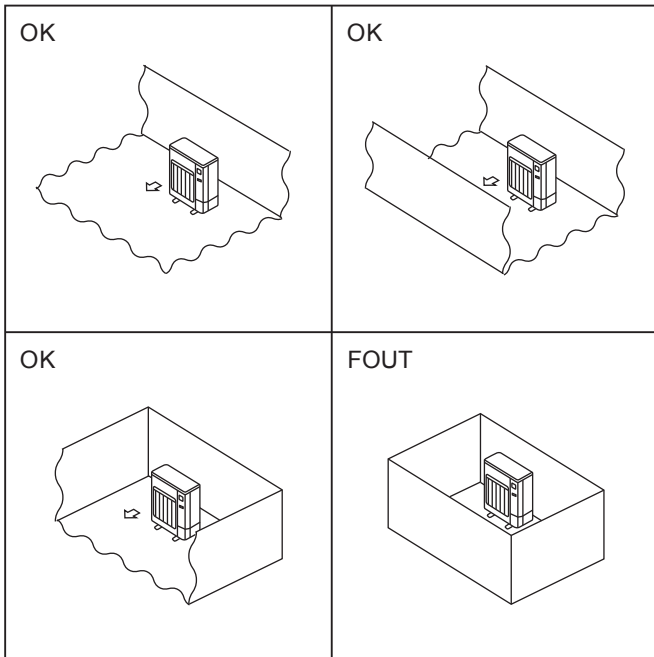

Fig. 2-1
- © Installeer buitenapparaten op een plaats met minimaal een van de vier zijden open en in een ruimte zonder verlagings die voldoende groot is. (Fig. 2-1)